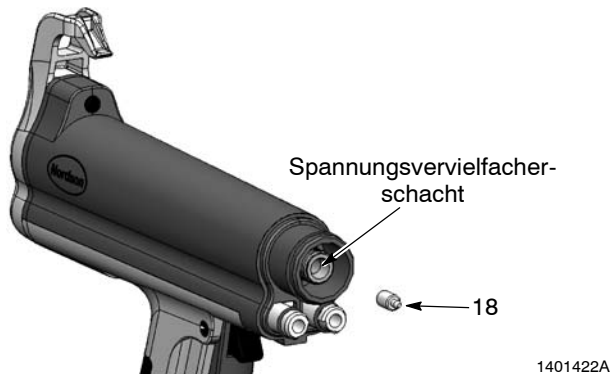

Abb. 17 Kontaktdistanzstück abnehmen
5. Siehe Abbildung 17. Das Kontaktdistanzstück (18) aus dem Spannungsvervielfacherschacht herausnehmen. Das nicht leitende Fett vom Kontaktdistanzstück abwischen.
4. Siehe Abbildung 17. Das Kontaktdistanzstück in den Spannungsvervielfacherschacht schieben. Den Spannungsvervielfacherschacht mit nicht leitendem Fett füllen.